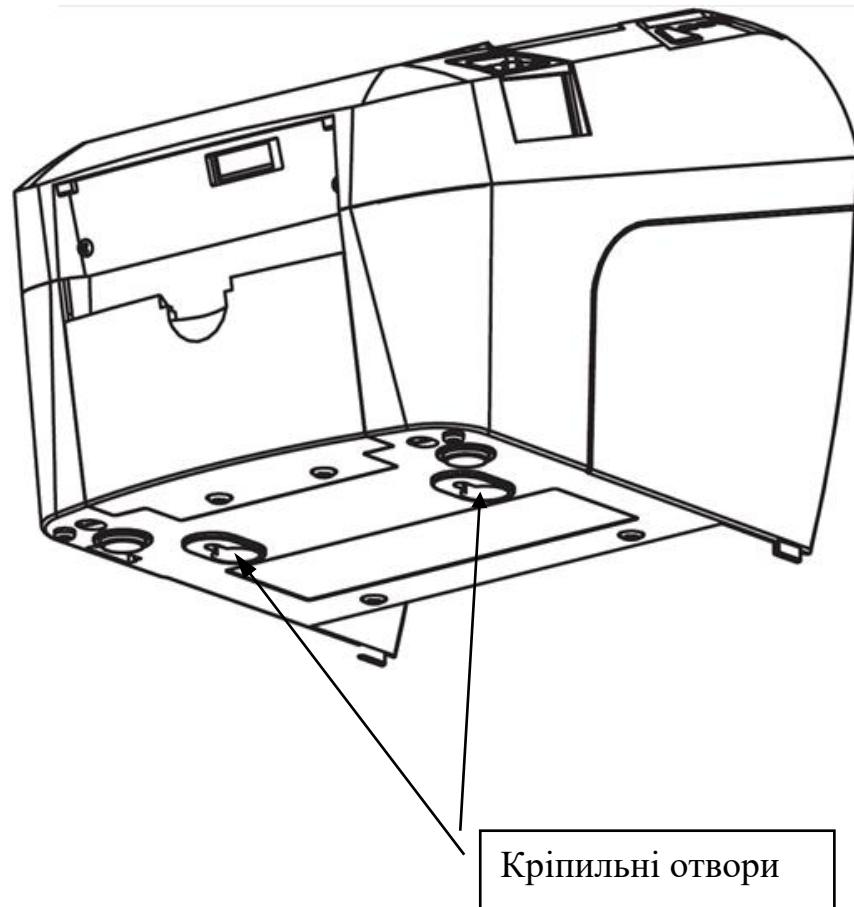

Рисунок 4 – Кріпильні отвори реєстратора
3.2.6 Реєстратор можна встановлювати горизонтально на плоскій поверхні (так, щоб папір виходив з прорізу зверху) або в вертикальному положенні (так, щоб папір виходив з прорізу з передньої сторони), підвісивши реєстратор на стіні (рисунок 4).
- знизу знаходяться кріпильні отвори реєстратора (рисунок 4).